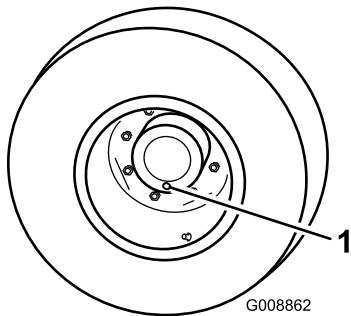

Bild 48
1. Stellen Sie die Maschine auf einer ebenen Fläche ab und positionieren Sie das Rad so, dass sich eine der Prüfschrauben in der untersten Stellung (6 Uhr) befindet (Bild 48).